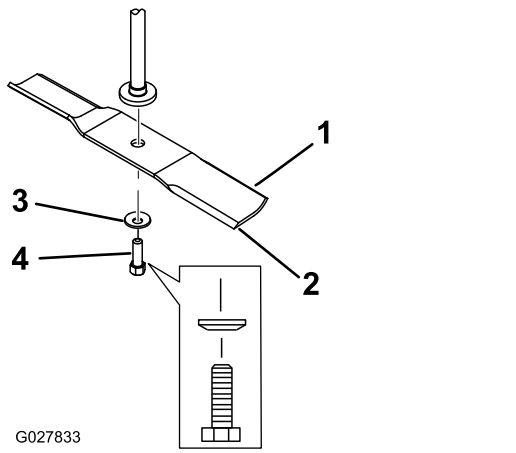

Bild 60
2. Entfernen Sie die Messerschraube, Wellenscheibe und das Messer von der Spindelwelle (**Bild 60**).
- Setzen Sie das Messer auf die Spindelwelle (Bild 60).
- Setzen Sie die Wellenscheibe (Kappenseite zum Messer) und die Messerschraube ein (Bild 60).